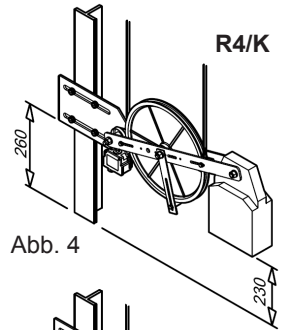

Abb. 4
- Bei den Modellen mit Befestigung Führungsschiene und horizontalem Gegengewicht die Halterung ca. 260mm (grober Richtwert: Abb. 4) über der Schachtschle montieren.
- Bei den Modellen mit horizontalem Gegengewicht das Gegengewicht unterbauen, bis es in Schräglage gebracht wird (Abb. 4).
Bei richtiger Montage sollte das horizontale Spanngewicht eine leicht nach oben gewinkelte Lage einnehmen (Abb. 4).
- Para los modelos con fijación a la guía y con contrapeso horizontal subir el estribo de montaje a unos 260 mm (valor aproximado: Fig. 4) del fondo del hueco del ascensor.
- Apoyar el contrapeso de los modelos con contrapeso horizontal hasta que quede en posición oblicua (Fig. 4).